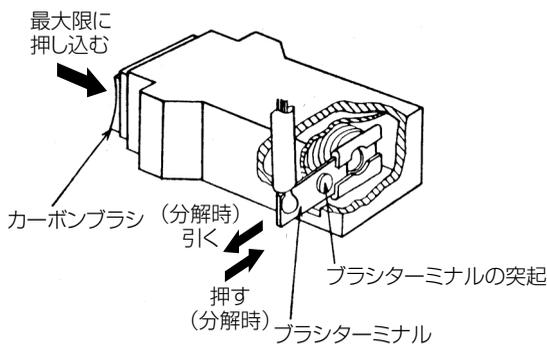
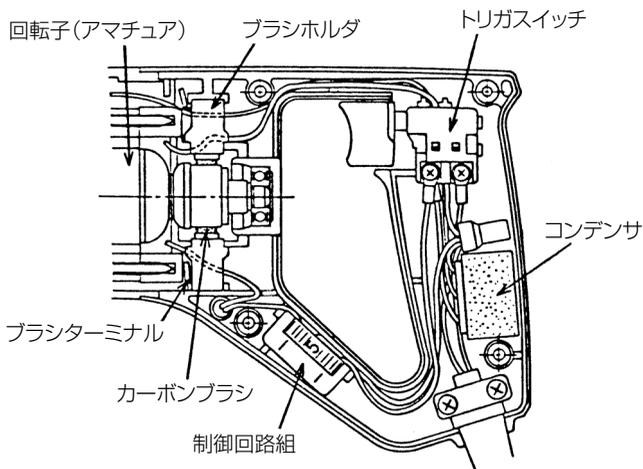

図 19
図 20
- (2) カーボンブラシを押さえながらブラシホルダをハウジングから抜き出します。このとき小さいマイナスドライバーなどでブラシホルダを持ち上げると抜き出しやすくなります。また、リード線を無理に引っ張ったり、傷をつけたりしないよう十分注意してください。
- (3) カーボンブラシをブラシホルダ内に最大限に押し込んだ状態でブラシターミナルをカーボンブラシから抜きます。（図19）
- (4) カーボンブラシをブラシホルダから取出します。
- (1) カーボンブラシをブラシホルダの中に入れ、最大限に押し込んだ状態で図 19 のようにブラシターミナルを挿入します。
- (2) カーボンブラシを押さえながらブラシホルダをハウジングに挿入します。
- (3) 内部配線類が図 20 のように正規の位置にあること、また内部配線類が回転子 (アマチュア) に接触しないことを十分確認してください。
- (4) 内部配線類がハウジングとの間にかみ込まれないよう十分注意してハンドルカバーをかぶせ、小ねじを締付けてください。